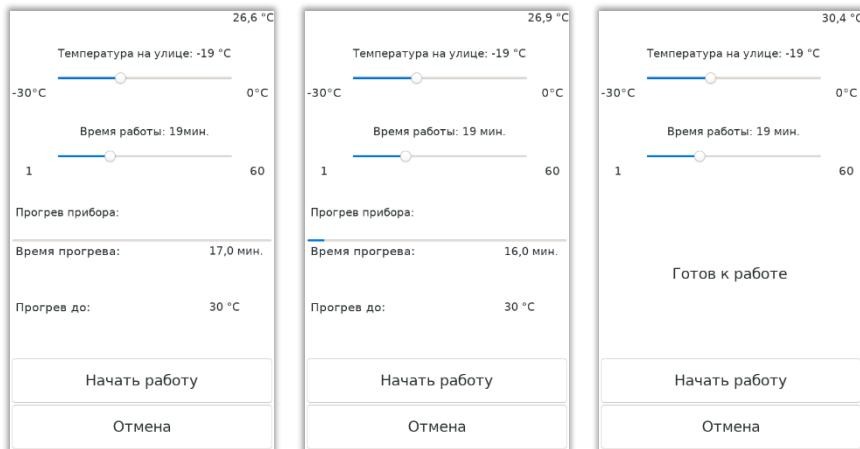

Рисунок 21 Окно настроек прогрева прибора для работы при отрицательных температурах
- 5.6.1.8.5. Настройка прогрева прибора для работы при отрицательных температурах и его отключение при необходимости оставаться в помещении. При нажатии на кнопку «Низкие температуры» открывается окно (Рисунок 21), аналогичное настройкам при включении прибора. Перемещая ползунки на экране, выберите примерную температуру на улице и планируемое время измерений. Начнется прогрев прибора. Будет показана температура, до которой прогреется прибор, и примерное время ожидания. Когда прогрев завершится на экране появится надпись «Готов к работе». В любой момент времени можно нажать кнопку «Начать работу» и продолжить измерения, но до окончания прогрева прибора не советуем покидать теплое помещение. Прибор готов к работе в случае исчезновения стрелочек.